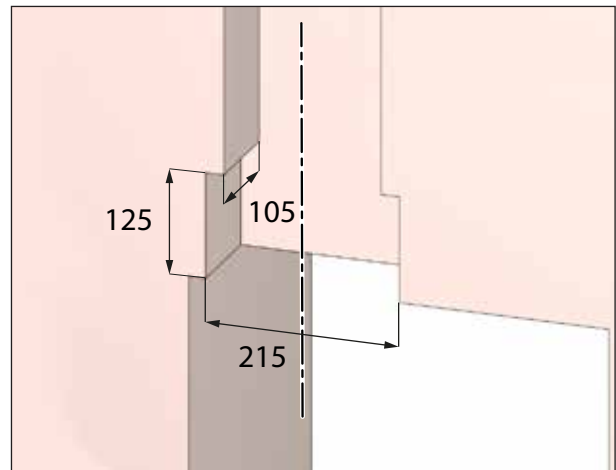

Abb. 15: Mauernuten für Kanalanschlussadapter M-WRG-II AD-UP fräsen, Maße in Millimeter
- ▶ Erweitern Sie die für die Flachkanäle oder Flexrohre erstellten Mauernuten am Mauerdurchbruch, um ausreichend Platz für den Kanalanschlussadapter M-WRG-II AD-UP zu schaffen (siehe Maße in Abb. 15).